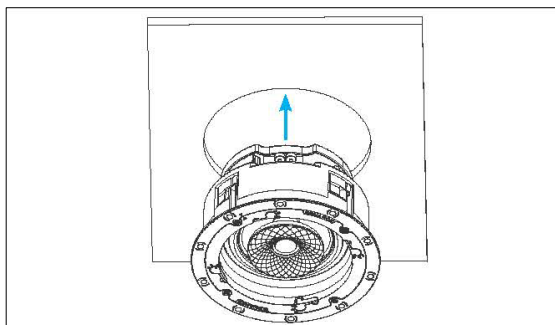

図3：Roto-Lock トグルフィート
6. スピーカーが取り付け穴に収まるよう、Roto-Lock のトグルフィートがすべて引き込まれていることを確認してください（図3参照）。